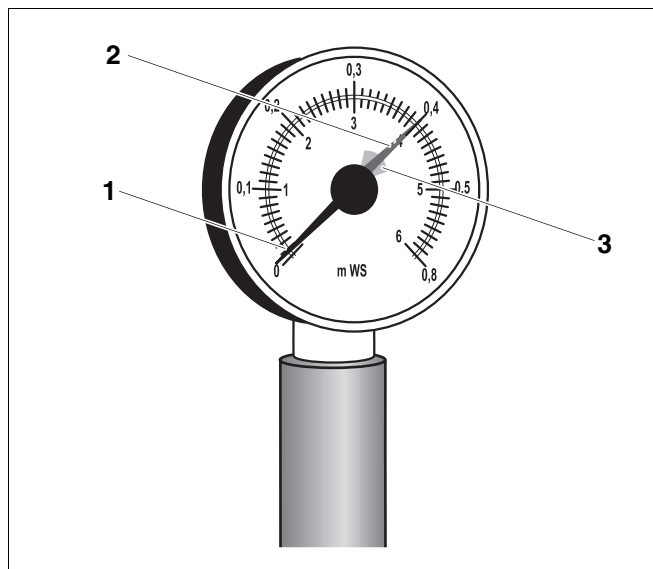

Fig. 57 Hydromètre pour installations de chauffage ouvertes
Sur les installations ouvertes, l'aiguille du manomètre (fig. 57, **pos. 1**) doit se situer à l'intérieur du marquage rouge (fig. 57, **pos. 3**).